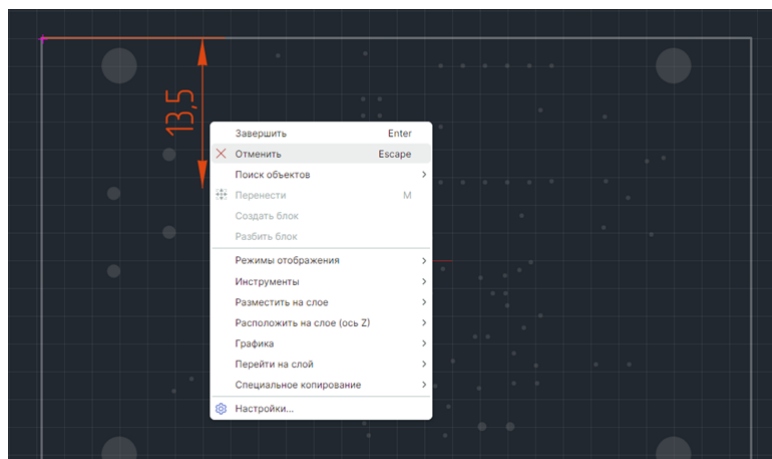

Рис. 266 Отмена размещения размерной линии
5. Размещение линии можно отменить, для этого нажмите клавишу «Escape» или вызовите контекстное меню и выберите «Отменить», см. Рис. 266.